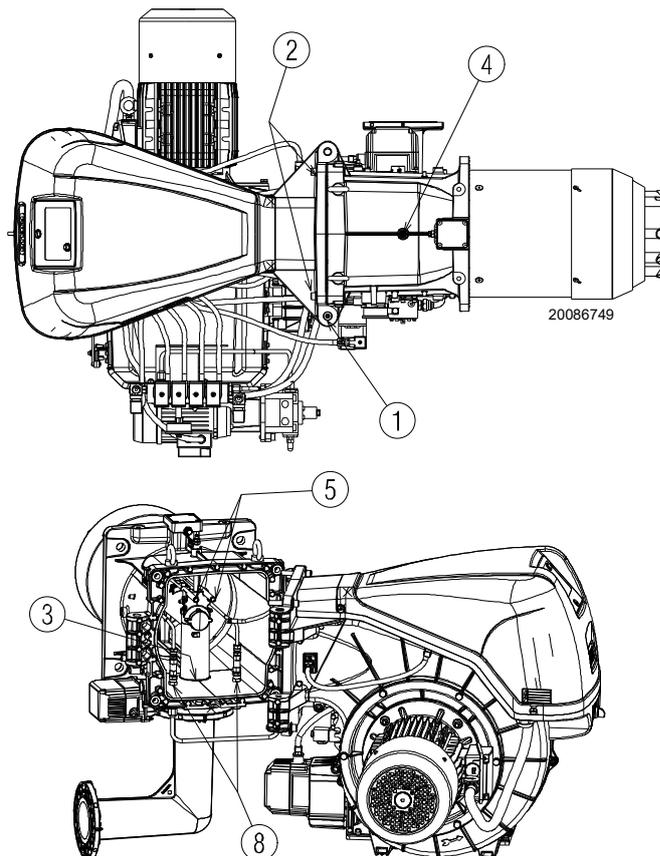

Fig. 17
Il bruciatore esce dalla fabbrica predisposto per l'apertura verso destra, mantenendo quindi il perno 1)(Fig. 17) in sede.
- C** Aprire il bruciatore completamente come in Fig. 17;
Per l'apertura del bruciatore dal lato opposto, prima di togliere il perno 1)(Fig. 17), verificare che le 4 viti 2) siano serrate. Quindi spostare il perno 1) sul lato opposto, solo allora è possibile togliere le viti 2). Scollegare la presa 9 (Fig. 17) del pressostato gas di massima, poi procedere come sopra descritto al punto **C**).